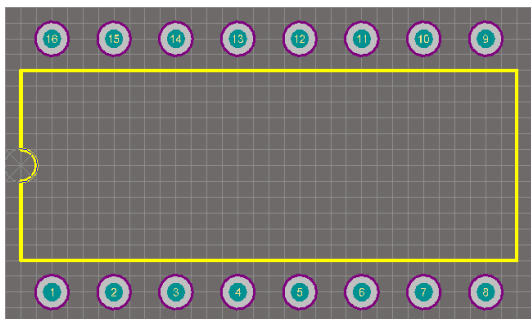

图 18-40 放置上面一排焊盘
(6) 完成的 DIP-16-1 封装如图 18-40 所示。